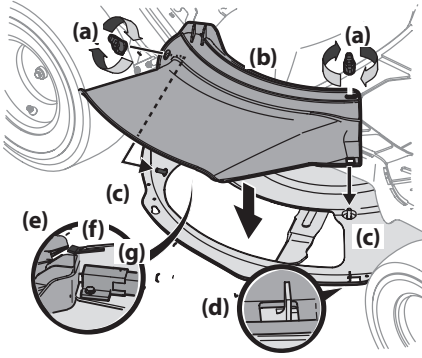

Figure 8
- Retirez les écrous papillon (a) du plateau de coupe. Gardez-les pour utilisation ultérieure. Voir Figure 8.
- Installez le déflecteur d'éjection (b) sur l'ouverture du plateau de coupe. Introduisez les goujons (c) sur la surface du plateau de coupe dans les trous sur la partie supérieure du déflecteur d'éjection (b). Introduisez la petite encoche (d) sur le rebord du plateau de coupe dans le trou carré sur la partie inférieure du déflecteur d'éjection (b). Voir Figure 8.
- Fixez le déflecteur d'éjection (b) en serrant les écrous papillon (a) retirés à l'étape 1. Voir Figure 8.